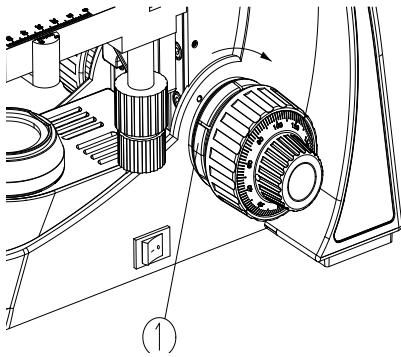

Figure 10
Si la poignée est très lourde lors du mise au point, si l'échantillon quitte le plan de mise au point après ce dernier, ou si le plateau se déplace spontanément, tournez la manette de réglage de la tension ① pour résoudre le problème (voir figure 10).